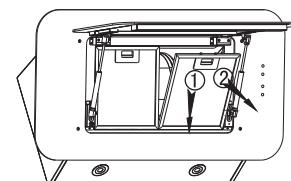

Imagen 11
- Retire o exaustor da sua cozinha tal como mostrado na *Imagen 11*.
- Retire os filtros, ver *Imagen 11*.